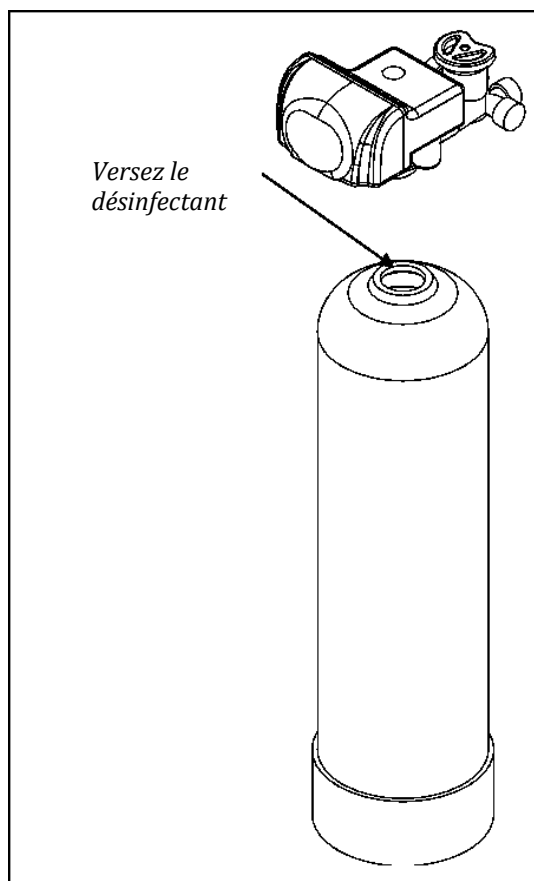

Fig. 15
2. Versez **désinfectant pour résine** dans la cheminée. (voir la fig. 15).